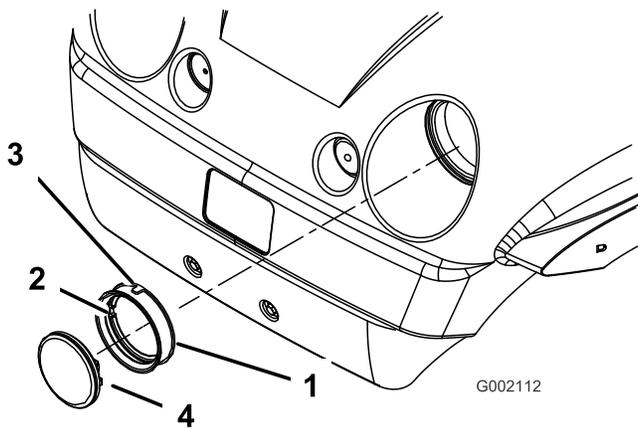

Figura 39
4. Rimuovete la tenuta in gomma attorno al faro (Figura 39). Gettate il faro.
- Allineate la tacca all'interno della tenuta con la tacca sul nuovo faro (Figura 39). Collocate la tenuta sul faro fin quando non sarà posizionata saldamente.